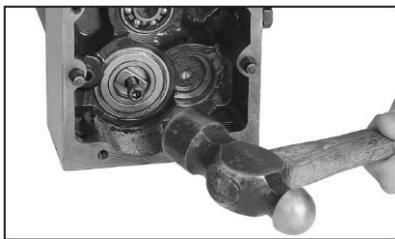

Рис. 29 Снятие ножевого вала
26. Поддерживая коробку скоростей, снимите ножевой вал, постукивая по винту или болту молотком, как показано на Рис. 29.